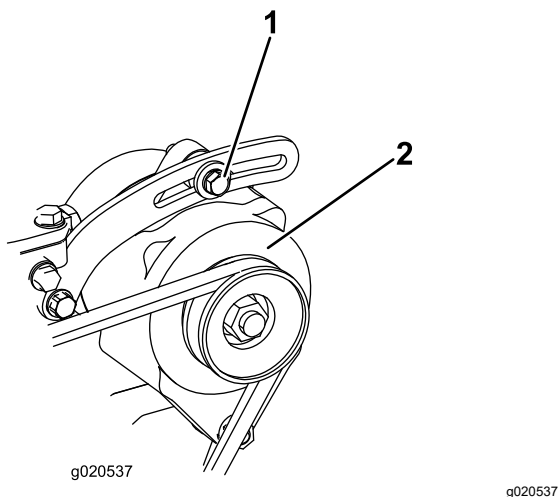

Figura 91
1. Si la desviación no es de 10 mm ($\frac{3}{8}$ "), afloje los pernos de montaje del alternador (Figura 91).